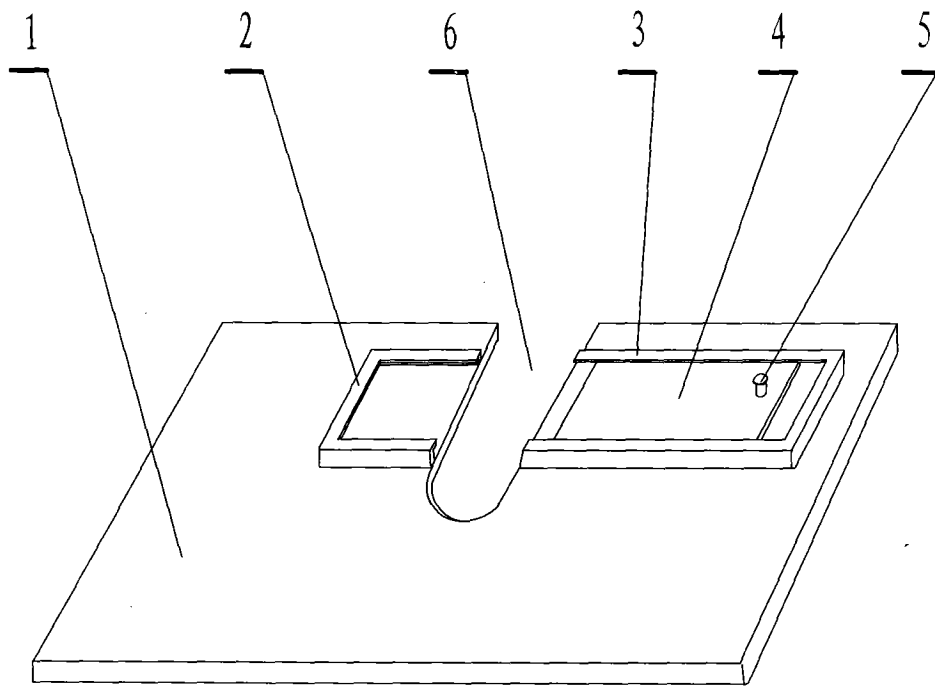

图 1
权利要求书 1 页 说明书 2 页 附图 1 页
[0007] 图 1 是本实用新型 10kV 线路跌落式熔断器绝缘隔板的立体结构示意图。
[0011] 请参阅图 1, 10kV 线路跌落式熔断器绝缘隔板, 它是由绝缘板、左 U 型滑槽板、右 U 型滑槽板、滑板组成。在绝缘板 (1) 上加工有绝缘板开口 (6), 在绝缘板开口 (6) 左边粘接有左 U 型滑槽板 (2), 在绝缘板开口 (6) 右边粘接有右 U 型滑槽板 (3), 右 U 型滑槽板内装有滑板 (4), 在滑板 (4) 上安有滑板钮 (5)。